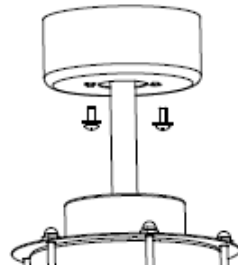

Fig. 7
- Desserrez les deux vis du bas du support de montage. Fig. 7